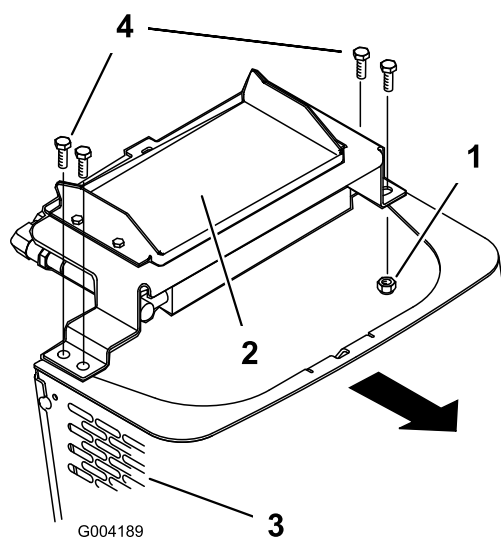

Figura 27
6. Retire los pernos de cuello largo y las tuercas que fijan el enfriador de aceite a la parte superior de la rejilla delantera (Figura 27).